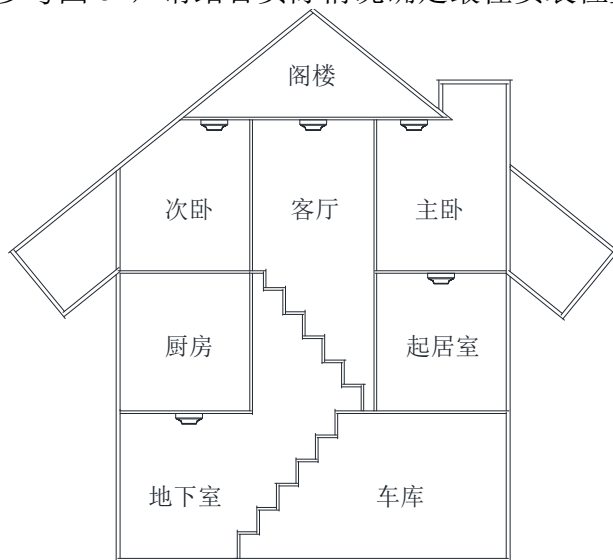

图 3 报警器安装位置示意图
- ① 安装于房顶时：报警器的边缘应距任何一面墙壁不小于 0.5m。
- ② 安装于倾斜或人形屋顶时：报警器应与屋顶保持一定的距离。当坡度小于 30 度时，距离 0.2m 为宜，大于 30 度则以 0.3m~0.5m 为宜。
- ③ 对燃烧产生的烟雾来说，楼梯的作用与烟囱类似，因此楼梯应安装报警器。
- ④ 空气流通的两个区域应分别安装报警器，如客厅与卧室两个区域，每个区域至少安装一个报警器。
- ⑤ 报警器安装位置可参考图 3，请结合实际情况确定最佳安装位置。